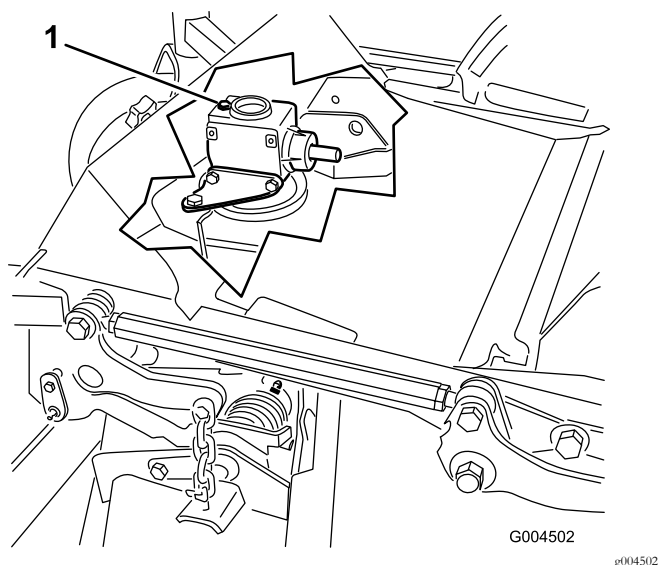

Figura 34
6. Retire la varilla/ tapón de llenado de la parte superior de la caja de engranajes y asegúrese de que el lubricante está entre las marcas de la varilla (Figura 34).
6. Retire el tapón de llenado/varilla de la parte superior de la caja de engranajes (Figura 34).